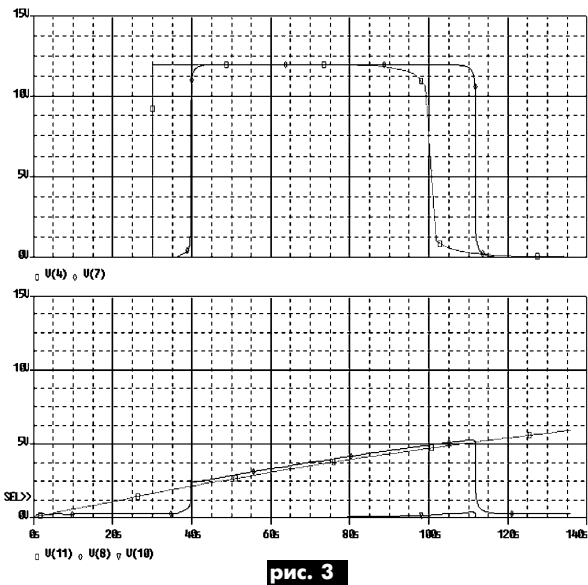
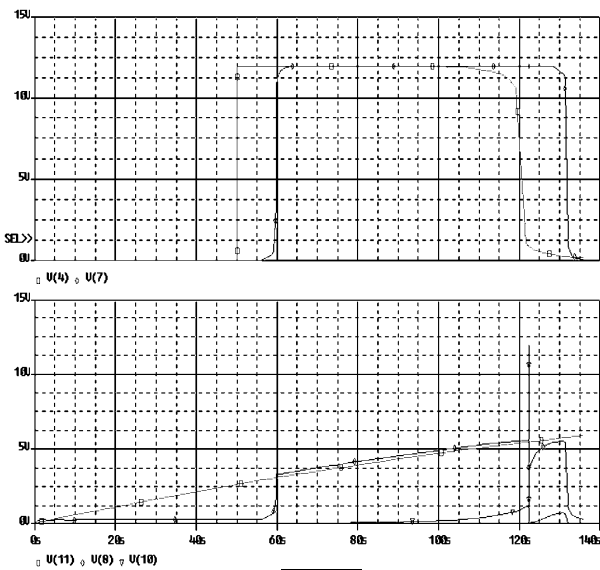

рис. 3
рис. 4
При разряженных конденсаторах и указанных на схеме номинальных значениях $R6=1 \text{ МОм}$, $C4=200 \text{ мкФ}$ система около 45 с нечувствительна к открытым дверям: низкий потенциал на катоде диода VD3 блокирует включение мультивибратора. Это видно на временных диаграммах, показанных на рис.3. График V(4) указывает на срабатывание геркона (произошло открытие-закрытие двери) на отсчете времени 40 с. Этого времени, как правило, достаточно для скрытой подготовки помещения к закрытию со всеми мерами предосторожности. График V(7) показывает сдвиг фронта этого напряжения на выходе инвертора DD1.4 на 10 с. Напряжение на конденсаторе C4, график V(11), еще не достигло половины напряжения питания, поэтому напряжение на выходе шестого инвертора близко к нулю. Но если при уходе дверь открылась-закрылась на 50-й секунде, то, как это видно по временным диаграммам, показанным на рис.4, примерно на 125-й секунде система издаст кратковременный звук как реакцию на импульс (см. рис.4, график V(10)), после чего перейдет в режим охраны.